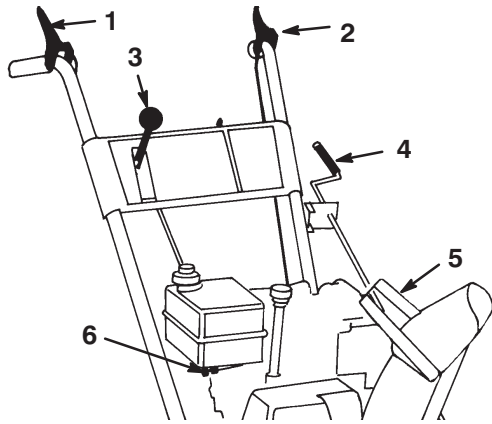

Figure 18
- **Commande de tarière/roue hélice** (Fig. 18)—Pour embrayer la tarière et la roue hélice, serrez la manette contre la poignée du mancheron de droite. Pour les débrayer, lâchez la manette.
- **Commande de traction** (Fig. 18)—Pour embrayer la traction (entraînement des roues), serrez la manette contre la poignée du mancheron de gauche. Pour arrêter la traction, lâchez la manette.
- **Changement de vitesse** (Fig. 18)—Cette commande offre sept vitesses : cinq en marche avant et deux en marche arrière. Pour changer de vitesse, placez le levier dans la position souhaitée. Le levier s'engage dans un cran pour chaque vitesse choisie. Le changement de vitesse peut être dur lorsque la machine doit fournir de gros efforts.
- **Commande d'orientation de l'éjecteur** (Fig. 18)—Tournez la commande d'orientation dans le sens des aiguilles d'une montre pour déplacer l'éjecteur vers la gauche, ou en sens contraire pour le déplacer vers la droite.
- **Poignée du déflecteur** (Fig. 18)—Déplacez la poignée du déflecteur vers l'avant pour rejeter la neige plus bas ou vers l'arrière pour la rejeter plus haut.
- **Robinet d'essence** (Fig. 18)—Fermez le robinet en le tournant dans le sens des aiguilles d'une montre et ouvrez-le en le tournant dans le sens contraire des aiguilles d'une montre. Fermez le robinet lorsque vous n'utilisez pas la déneigeuse.
3. Relâchez les manettes de tarière/roue hélice et de commande de traction (Fig. 18).
11. Sélectionnez la première (Fig. 18), serrez la manette de commande de traction contre la poignée, puis relâchez-la. Si la déneigeuse se met à avancer avant que vous ayez engagé la manette de commande ou après que vous l'avez relâchée, reportez-vous à la rubrique Réglage de la courroie d'entraînement de traction, page 23.